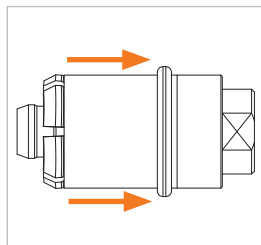

Figure 2
- ▶ Tirez le manchon (Pos. 1) du connecteur vers l'arrière (Figure 2). Le connecteur s'ouvre.